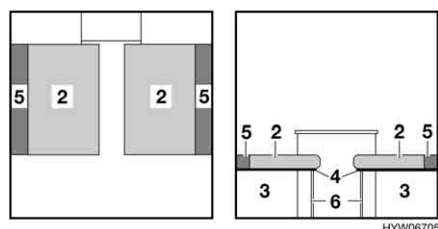

Fig. 51 Dopo la trasformazione
- Aprire i puntelli del telaio portamaterasso (Fig. 51,6).
- Tirare i cuscini del divano (Fig. 51,2) verso il centro.
- Posizionare i cuscini aggiuntivi (Fig. 51,5) tra i cuscini del divano (Fig. 51,2) e la parete esterna.